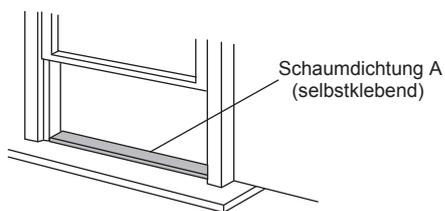

Abb. 8
1. Schneiden Sie die Schaumdichtung (selbstklebend) auf die passende Länge zu und kleben Sie sie auf das Fenstersims (Abb.8).